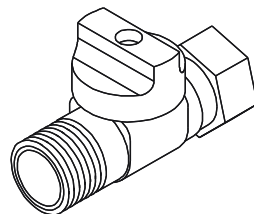

fig. 14.36
■ **Le robinet d'arrêt** (fig. 14.36) : robinet installé sur une canalisation et destiné à interrompre la circulation de l'eau dans la canalisation.